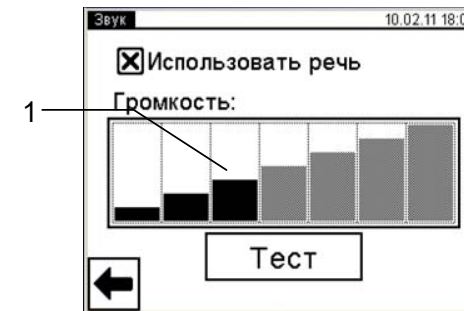

Рисунок 6.9
- 2) Перейти у вікно "Звук", для чого у вікні "Настройка" натиснути на рядок "Звук", на екрані з'явиться вікно "Звук" (рисунок 6.9).